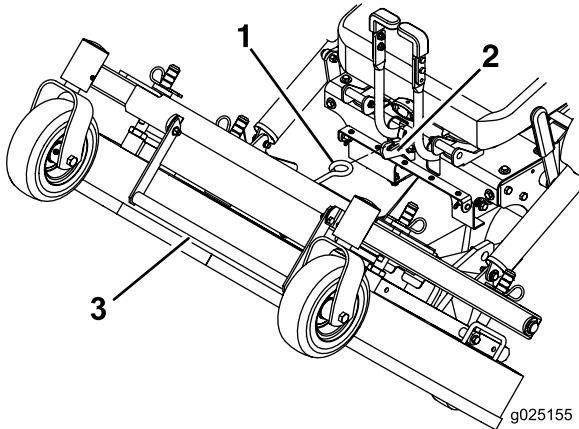

Bild 11
7. Heben Sie das Mähwerk mit dem Hubhebel des Mähwerks an und arretieren es in der angehobenen Stellung (Riegel befindet sich vorne in der Mitte des Sitzes), wie in Bild 11 abgebildet.
1. Halten Sie den Hubhebel des Mähwerks fest, haken Sie den Riegel des Mähwerks von der Maschine aus und senken das Mähwerk langsam auf den Boden ab (Bild 11).